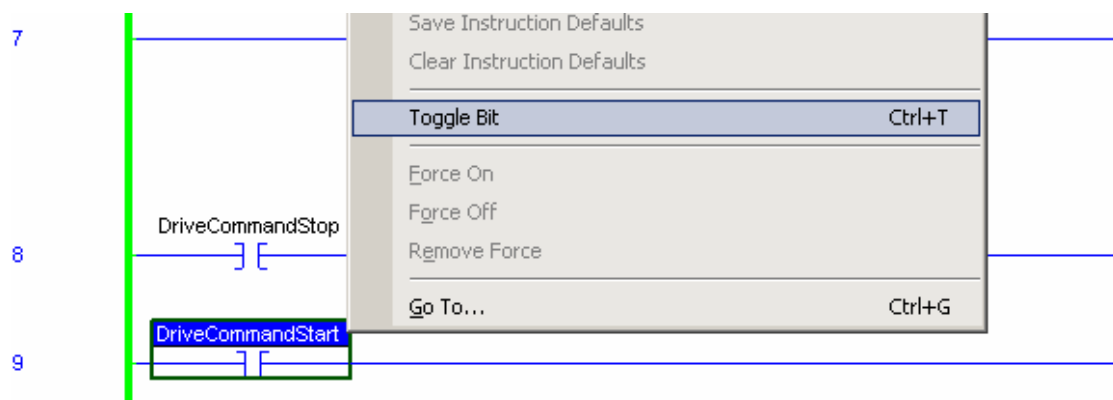

图 4-36 起动变频器
35. 将标签 DriveReference 值设为 10000，即将变频器预定频率设为 33.57Hz。右键单击 DriveCommandStart，并选择 Toggle Bit（触发该位），起动控制程序，如图 4-36 所示。变频器以设定频率 30Hz 运行。